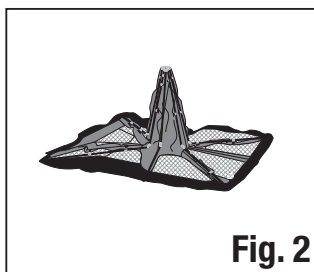

Fig. 2
- Dépliez les bras de la tente vers le bas, jusqu'à ce qu'ils reposent à plat sur le sol. (Fig. 2)
- Repliez la tente en pliant les bras vers le haut jusqu'à ce que la tente tienne debout et que le raccord central soit à la partie supérieure. (Fig. 2 et 1)